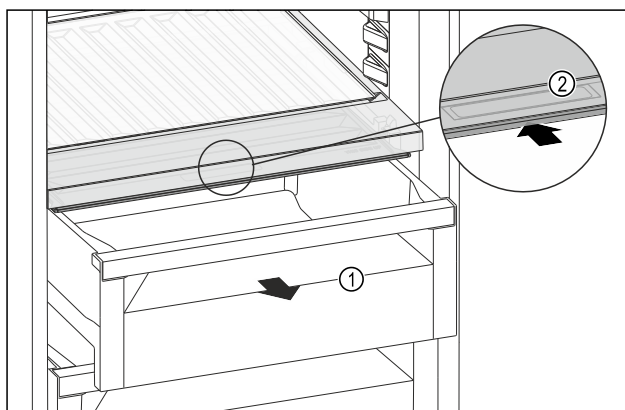

Fig. 153
- ▶ 拉出抽屉 Fig. 153 (1)。
- ▶ 抓住抽屉盖上的内嵌式拉手 Fig. 153 (2)，并同时向后推入抽屉盖。